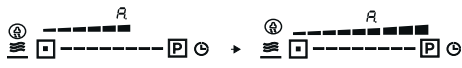

Abb. 36
Um die **Auto-Mode-Funktion des Dunstabzugs** zu aktivieren drücken Sie die **Sensortaste (S)** links von der Ein und Aus Sensortaste (Abb. 36).